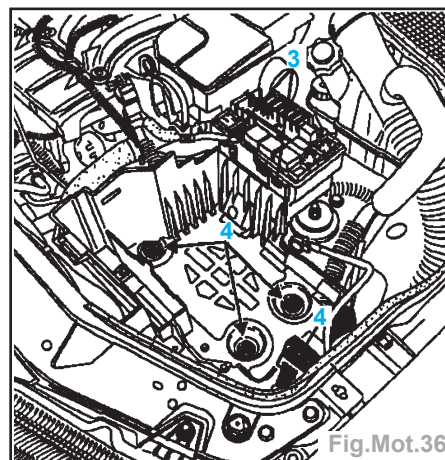

Fig.Mot.36
- Déclipser la platine à relais en (3) (Fig.Mot.36).
- Déposer le bac à batterie en (4).